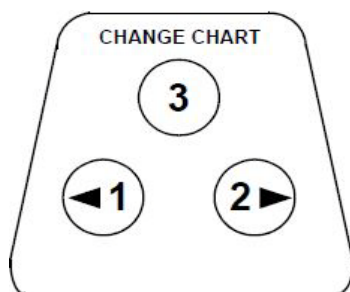

Figura 14. Pulsanti del grafico
2. Premere e tenere premuto il pulsante grafico (3 in *Figura 14*) per circa un secondo. La penna si sposterà fuori scala.
3. Confrontare la temperatura del registratore con la temperatura della soluzione. Se necessario, regolare il registratore premendo i pulsanti grafico di sinistra e destra (1 e 2 da *Figura 14*) per circa 5 secondi.